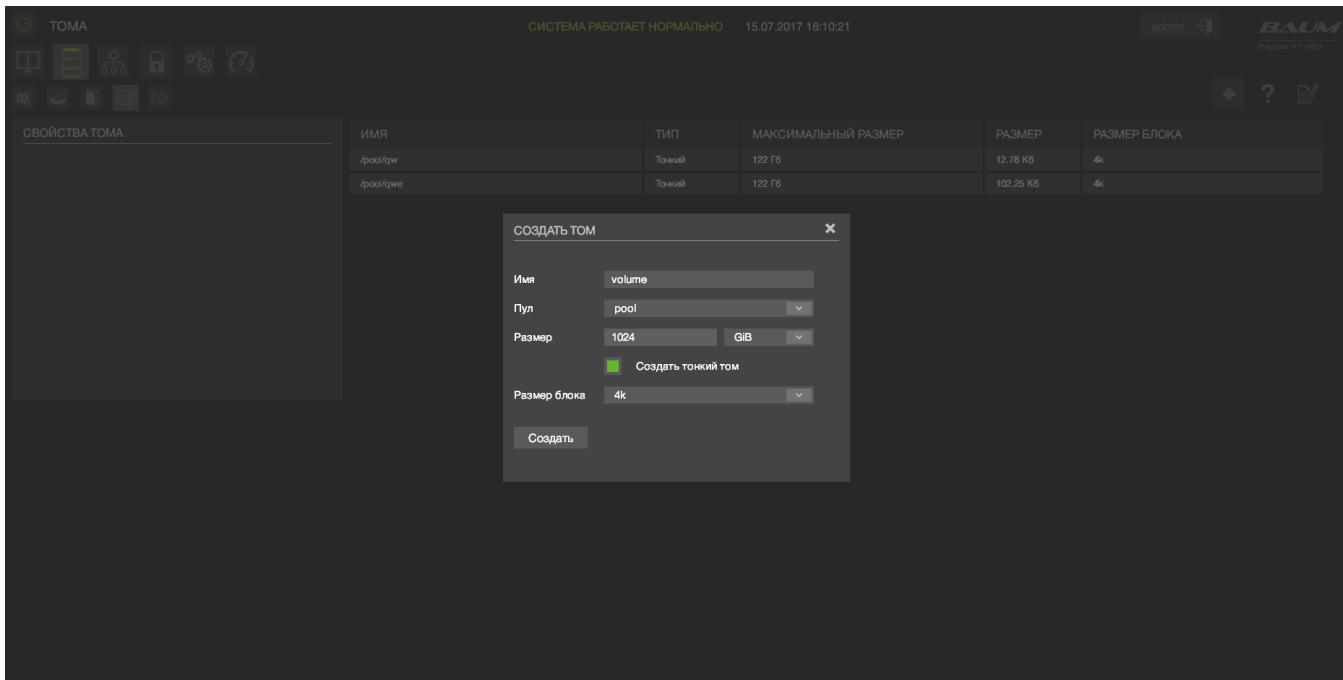

Рисунок 45 – Создание виртуального тома
- 2) Нажать на кнопку «Создать новый том» (см. Рисунок 45).